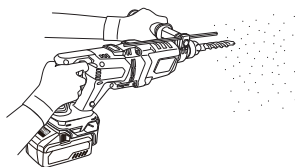

Fig. 19
- Presionar el interruptor de gatillo después de poner la punta de la broca en la posición para taladrar. (Fig. 19)
- **Si la broca entra en contacto con la barra de hierro de construcción, la broca se detendrá de forma inmediata y el martillo perforador reaccionará al giro. Por lo tanto, agarre bien el asa lateral y el asidero como se muestra en la Fig. 19.**